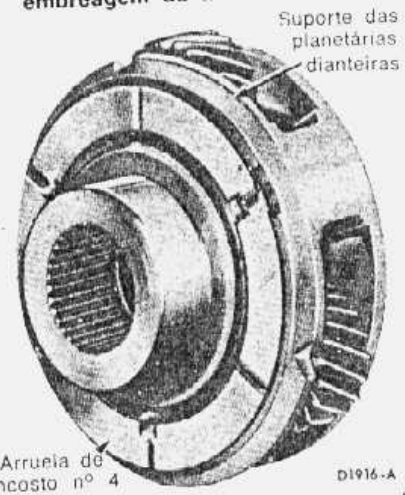

fig. 103 — localização da arruela de encosto nº 4
26. Instalar, no suporte das planetárias dianteiras (fig. 103), a arruela de encosto nº 4. Instalar, no cubo e coroa da embreagem de marchas para a